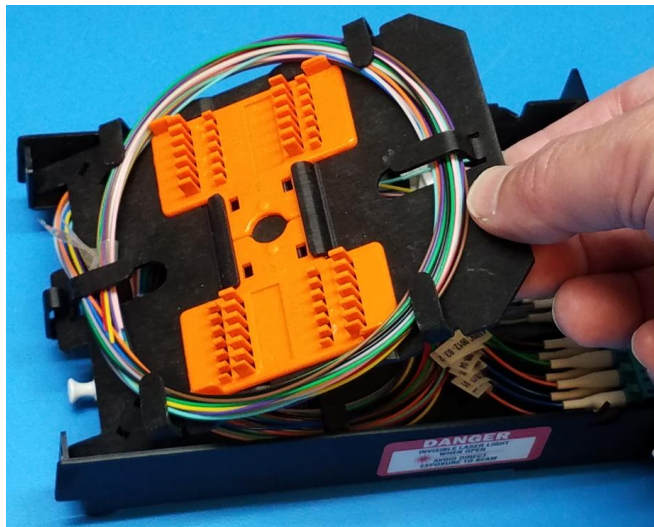

Figura 2
**3.2** Retire la cubierta de empalmes levantando el borde frontal. (Vea Figura 2). Levante y extraiga fuera de la base y déjela a un lado.